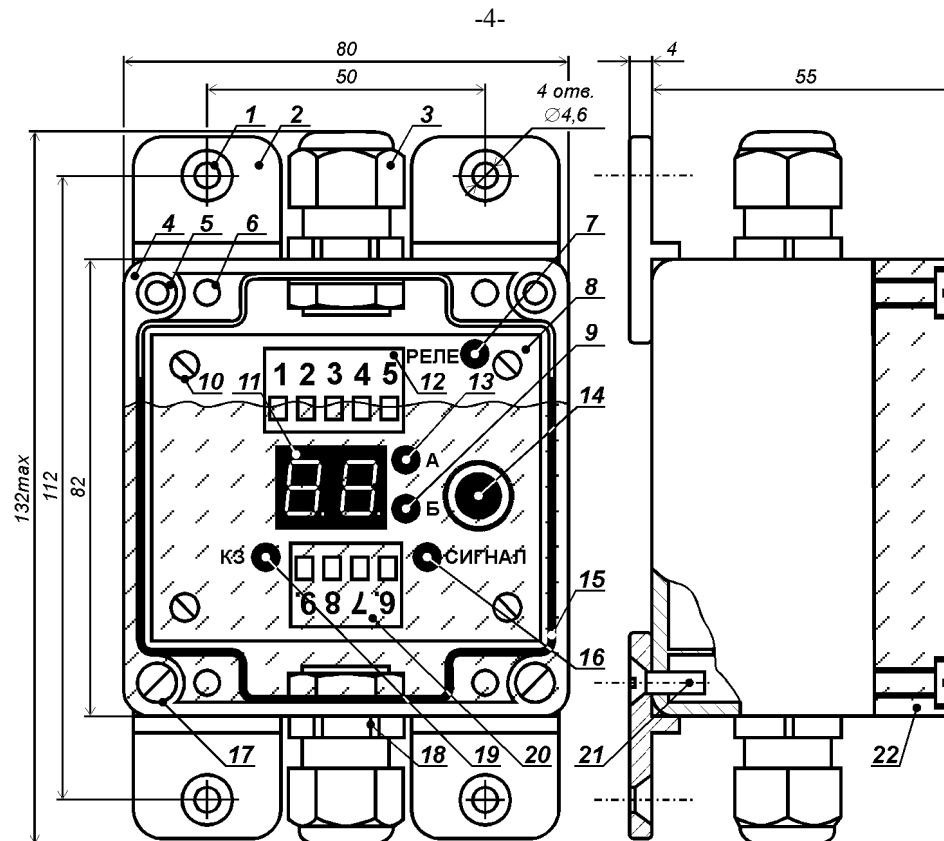
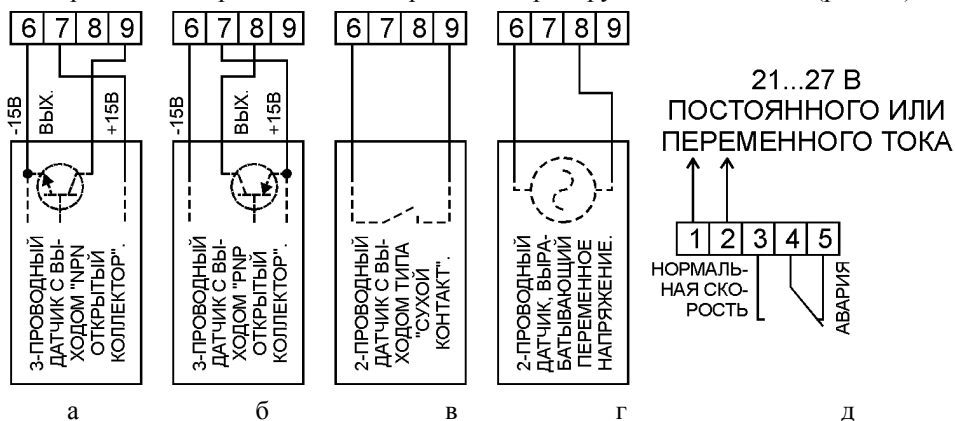

Рис. 1. Конструкция реле скорости РДКС-03АРС.
Рис. 2. Подключение различных датчиков к реле скорости РДКС-03АРС.
Конструкция РС показана на рис. 1. Устройство размещено в пластмассовом корпусе [поз. 4], который закрыт прозрачной крышкой [поз. 22] через уплотнитель [поз. 15] четырьмя винтами [поз. 17]. Винты вворачиваются в резьбовые втулки [поз. 5], запрессованные в стенках корпуса.
- светодиод: «Реле» [поз. 7], показывающий состояние выходных контактов РС. Светодиод горит, когда контакты находятся в положении «Нормальная скорость» (рис. 2д);
РС работает совместно с датчиком любого типа (индуктивным, емкостным, магнитоиндукционным, тахогенераторным, герконовым и пр.), при необходимости обеспечивая его электропитание. Датчик подключается к клеммам 6 – 9 по двух- или трёхпроводной схеме (рис. 2а – 2г), а клеммы 1 - 5 предназначены для подачи на РС рабочего напряжения и блокировки контролируемого механизма (рис. 2д).
На рис. 2а и 2б показана схема подключения к РС типового трёхпроводного индуктивного или емкостного датчика положения с выходом типа «открытый коллектор». Когда движущиеся части механизма попадают в зону его чувствительности, на входе РС формируются электрические импульсы.
На рис. 2в показан пример включения двухпроводного датчика (например, герконового реле). Он формирует импульсы, замыкая свои контакты в момент прохождения вблизи него магнитной «метки», закреплённой на механизме.
Типовые магнитоиндукционные или тахогенераторные датчики механически связаны с конвейером: при его работе они вырабатывают электрическое напряжение. Такие датчики подключаются к РС по схеме, показанной на рис. 2г.
РС крепится четырьмя винтами М4 или саморезами диаметром до 4,5 мм, которые вворачиваются в установочные отверстия [поз. 1 на рис. 1].
Клеммы 3, 4 и 5 используются для блокировки контролируемого объекта, клеммы 1 и 2 служат для подачи на РС напряжения питания, а к контактам 6, 7, 8 и 9 по одной из схем (рис. 2а – 2г) подключается соответствующий датчик.
Контакты реле возвращаются в положение, показанное на рис. 2д, если:
После подачи питания и до нажатия на энкодер [поз. 14 на рис. 1] РС находится в режиме «Работа». Светодиод «А» [поз. 13 на рис. 1] горит, если скорость механизма выше номинальной, а светодиод «Б» [поз. 9 на рис. 1] – если ниже. Цифровое табло [поз. 11 на рис. 1] показывает процент отклонения текущей скорости механизма от номинальной. Если отклонение превысило заданный порог и это превышения длится дольше заданной задержки, то контакты выходного реле РС переходят в положение «Авария» (рис. 2д). При изменении скорости на 50 % и более задержка отсутствует. Цифровое табло отображает зафиксированный процент изменения скорости: если скорость в момент отключения была выше номинальной, то горит светодиод «А», а если ниже – то светодиод «Б». В случае принудительного (минуя контакты РС) пуска механизма, когда его скорость войдёт в допустимый диапазон и пройдёт заданное время задержки, контакты реле вернутся в положение «Нормальная скорость» (рис. 2д).
В режиме «Автонастройка» РС запоминает текущую скорость объекта, в дальнейшем принимая её за номинальную (за 100%). Контакты реле переходят в положение «Нормальная скорость» (рис. 2д) и одновременно мигают светодиоды «А» и «Б». В режиме «Автонастройка» РС ожидает прихода от датчика электрического сигнала: длительность ожидания зависит от скорости механизма. После автоматической настройки РС возвращается в режим «Работа». **Переводить РС в режим «Автонастройка» рекомендуется только после разгона механизма до номинальной скорости.**
- подключить к РС датчик в соответствии с рис. 2а – 2г.
5. Три раза нажав на энкодер, войти в режим «Автонастройка» (должны одновременно мигать светодиоды «А» [поз. 13 на рис. 1] и «Б» [поз. 9 на рис. 1]).